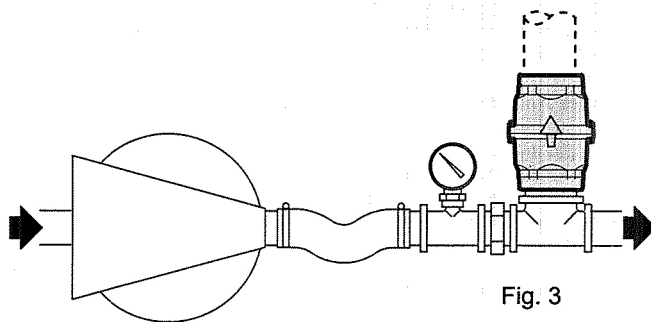

Fig. 3
- Position valve on the discharge by-pass and connect a pressure gage as close as possible to the blower outlet (Fig. 3).
- Desenroscar la contratuerca ref.923 del esparrago superior ref.904.1 y enroscarla sin apretar en el esparrago inferior ref.904.2
- Colocar la válvula en el by-pass en la impulsión y conectar tan cerca como sea posible un manometro en la boca de salida del compresor (ver Fig. 3).
- Rebajar la tensión del muelle atornillando, con la llave allen, el esparrago inferior ref.904.2
- Ajustar desatornillando el esparrago inferior ref.904.2 hasta alcanzar el nivel de presión deseado.
- Enroscar la contratuerca ref.923 hasta bloquearla con el cuerpo ref.107, sin mover el esparrago inferior 904.2.